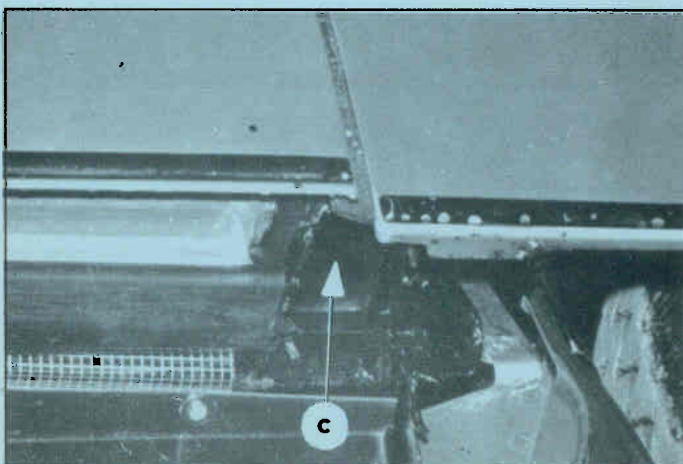

Fig. 13
7. Achterste portierstijlen (afb. 13)